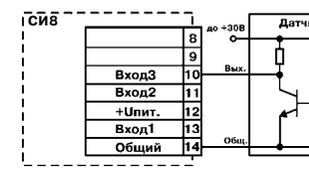

Рис. 4
- другие типы датчиков с выходным напряжением высокого уровня от 0,4 до +30 В и низкого уровня от 0 до 0,8 В (рис. 4). Входной ток при напряжении низкого уровня не превышает 15 мА.